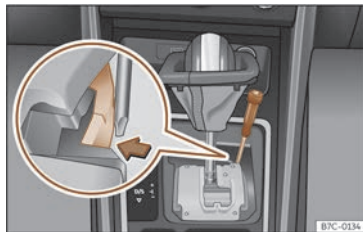

Fig. 94 Palanca selectora: desbloqueo de emergencia en la posición de aparcamiento.
- Con ayuda de la parte plana de un destornillador, presione lateralmente la pestaña amarilla y manténgala presionada >>> **fig. 94.**